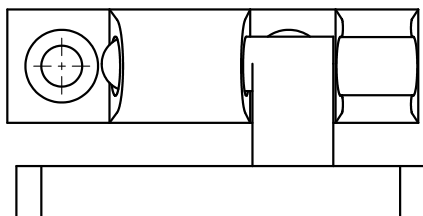

Рис. 6 – Петля бортовая 114320 задвинутая до упора.
8.2 Произвести проверку комплектности и надежности крепления всех деталей изделия, убедиться в том, что штыри петель поз. 16 задвинуты до упора до, в процессе и после погрузки/выгрузки транспортного средства (см. рис. 6).